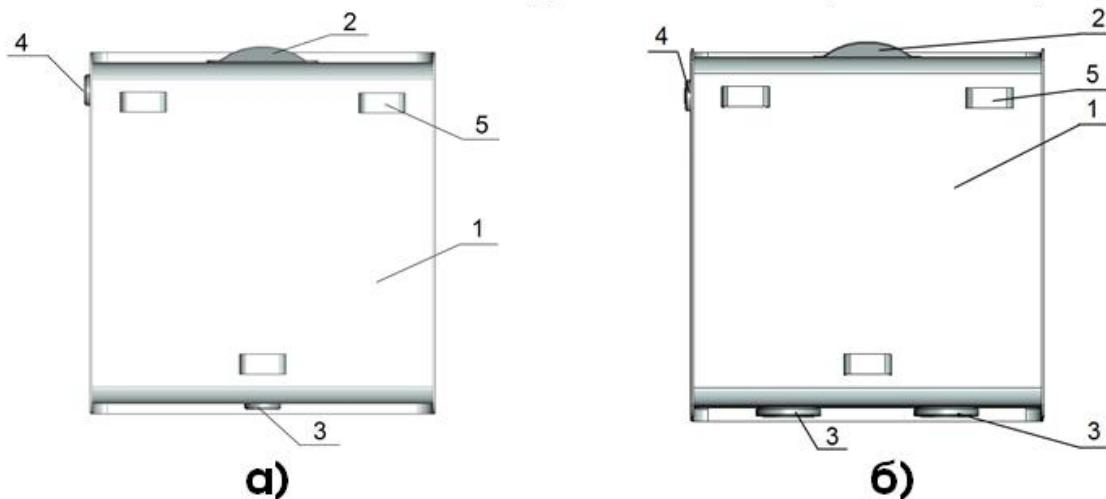

Рисунок 1. Расширительный бак открытого типа, вид сзади:
1. Расширительный бак открытого типа (ТУ 4937-006-71509782-2014) представляет собой цельносварную конструкцию прямоугольной формы (рис. 1) с приваренными скобами для подвеса и резьбовыми фланцами для подключения к системе отопления и дренажу.